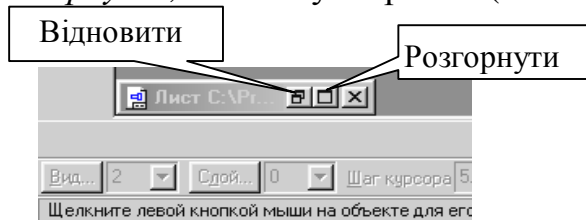
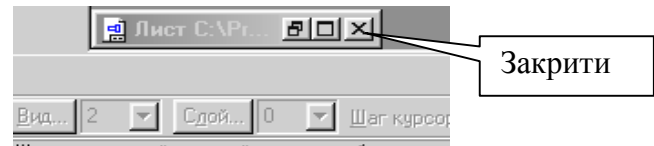

Рис. 7.
Рис. 8.
Відновіть вікно документа Sample 3, для цього натисніть на кнопку *Розгорнути*, показану на рис. 7. Закрийте вікно документа Sample 3, для цього натисніть на кнопку *Закрити*, показану на рис. 8.
5. Натисніть кнопки *Розгорнути* (рис. 7) та *Показати все* (рис. 5).
2. Розгорніть вікно фрагмента кнопкою *Розгорнути*, (рис. 7) і натисніть кнопку на панелі управління *Показати все* (рис. 5). Увімкніть *Num Lock*. Активізуйте команду *Безперервне введення об'єктів*, рис. 23. Параметри відрізка при його створенні і редагуванні відображаються в окремих полях. Рядки параметрів: два поля координат *X* і *Y* початкової (p_1) і кінцевої (p_2) точок, поле довжини відрізка (*ln*), поле його кута нахилу (*an*), та поле стилю відрізка. За зовнішнім виглядом кнопки можна